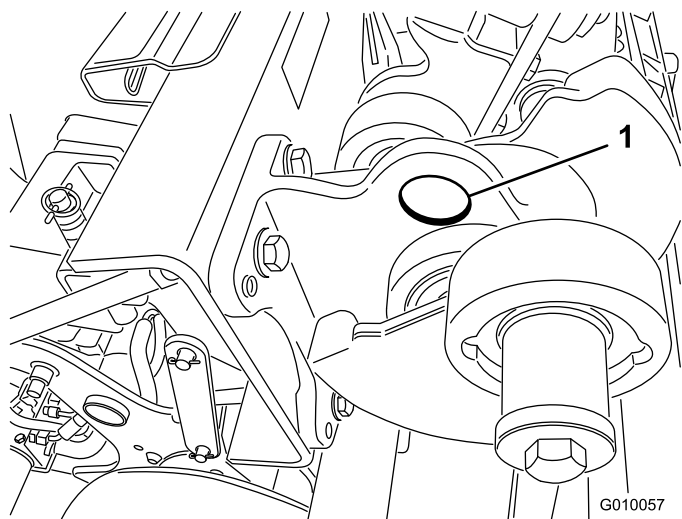

図 42
**注** ホイストがある場合には、機体の後部をホイストで吊り上げてください。その場合、コアリング・ヘッドのベアリング・ハウジングについているアイを吊上げポイントとして利用します（図 42）。